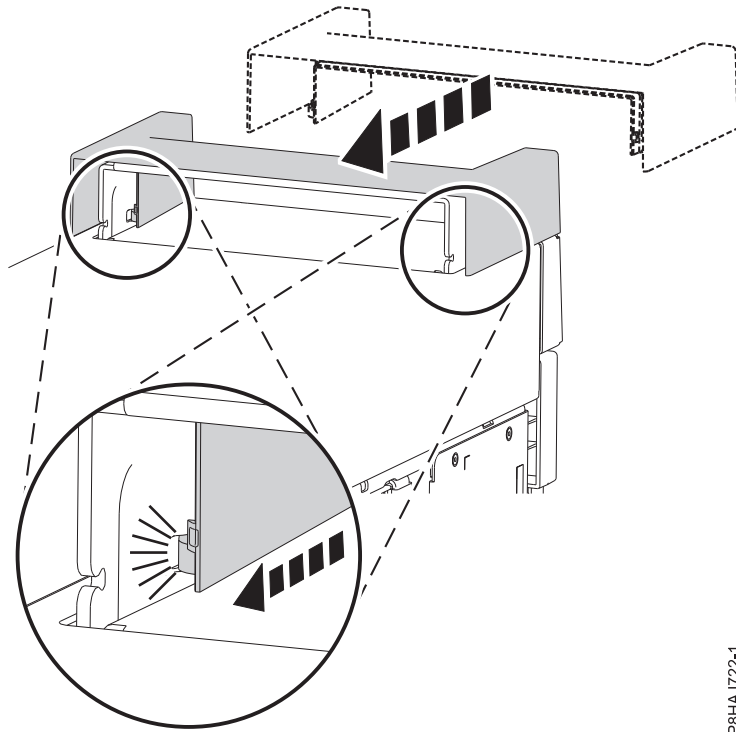

Figura 59. Fijación de la tapa de asa en un sistema 8286-41A autónomo
1. Fije la tapa de asa en la estación de acoplamiento RDX interna (FC EUA3) deslizando hacia la parte posterior del sistema. Consulte la Figura 59.